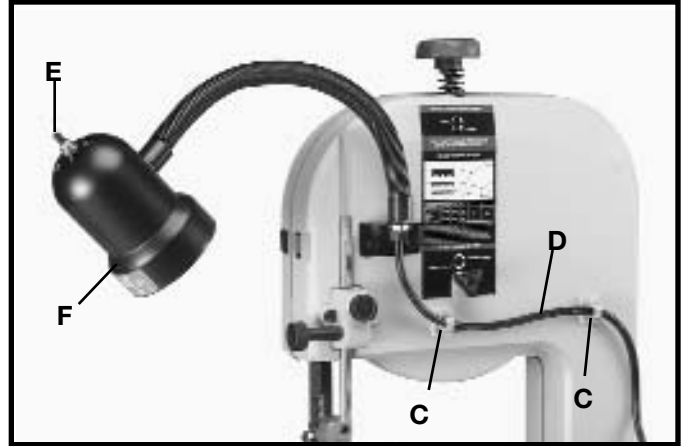

Fig. 13A
2. Separe el respaldo adhesivo de las abrazaderas del cordón (C) Fig. 13A y aplique una abrazadera en cada una de las localizaciones aproximadas que se ilustran. Asegúrese de que el cordón de la lámpara haya sido desviado fuera del camino, luego asegure el cordón (D) a las abrazaderas del cordón (C) conforme a lo ilustrado en la Fig. 13A.
3. La lámpara flexible funciona independientemente de la sierra de cinta. Para encender y apagar la lámpara, gire el interruptor (E) Fig. 13A.